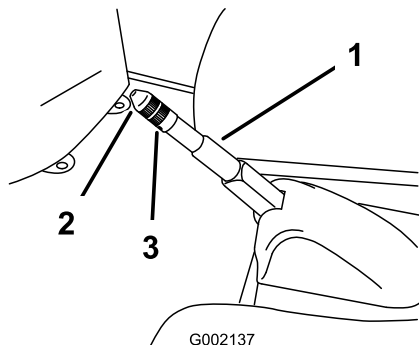

Figura 51
2. Desaperte o parafuso de afinação que fixa o manípulo à alavanca do travão de mão (Figura 51).